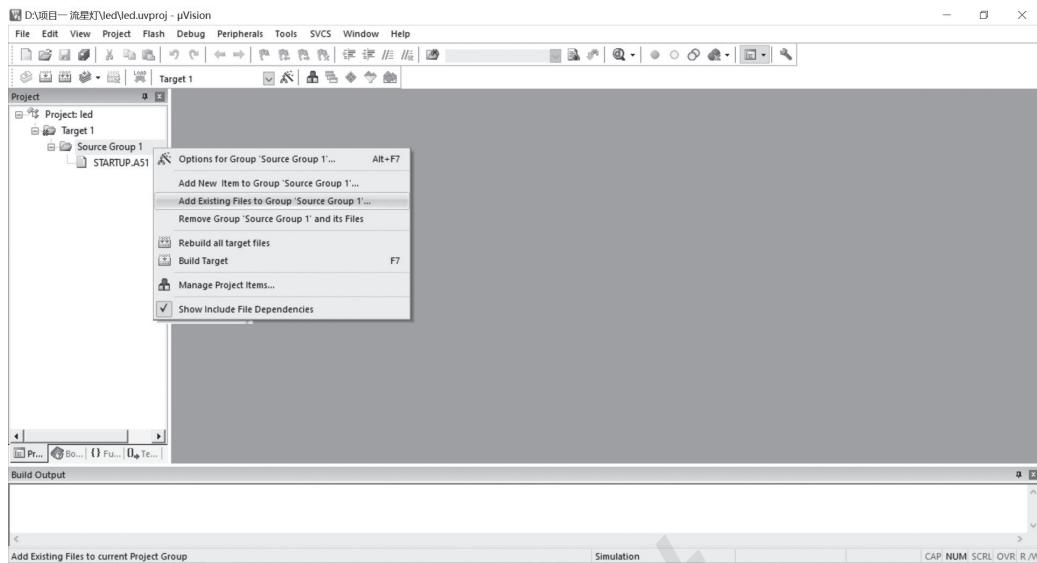

图 1-1-19 准备添加源程序文件到工程中
(6) 第六步: 添加源程序文件到工程中。现在,一个空的源程序文件“led. c”已经建立,但是这个文件与刚才新建的工程之间并没有什么内在联系,我们需要把它添加到工程中去。单击 Keil C51 软件左边项目工作窗口“Target 1”上的“+”，将其展开。然后右键单击“Source Group 1”文件夹,弹出如图 1-1-19 所示的选择菜单。单击其中的“Add